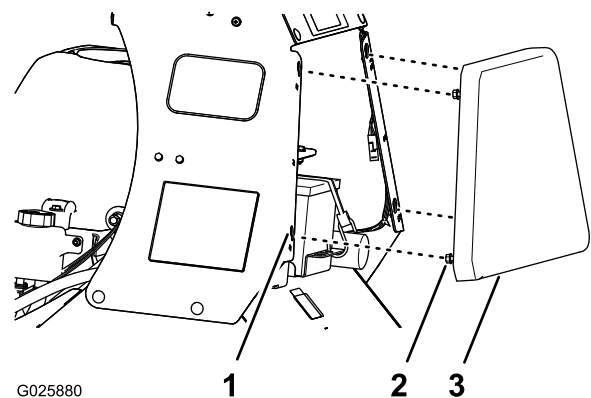

Figure 29
- Desserrez les 4 boulons à embase qui fixent la plaque aux panneaux gauche et droit de la console (Figure 29).
- Soulevez la plaque de la console pad (Figure 29) d'environ 13 mm (1/2 po).
3. Tirez la plaque en arrière et déposez-la de la machine (Figure 29).
1. Placez les 4 boulons à embase sur la face avant de la console en face des 4 fentes en trou de serrure dans le cadre de la console (Figure 29).
2. Avancez la plaque jusqu'à ce qu'elle soit de niveau avec le cadre de la console (Figure 29).
3. Abaissez la plaque jusqu'à ce que les boulons à embase soient engagés dans les fentes (Figure 29).